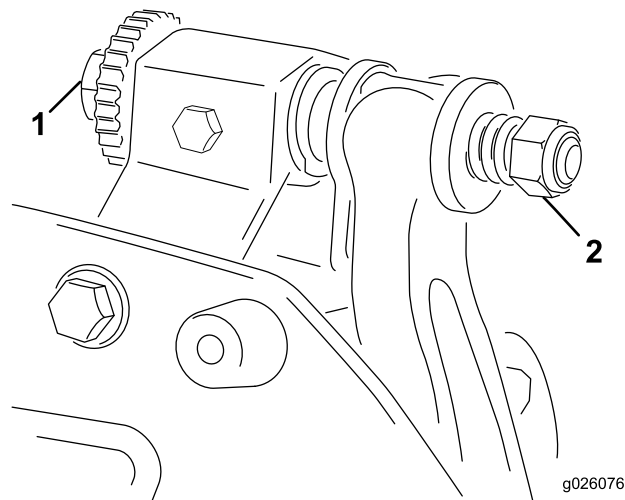

図4
2. ベッドナイフとリールが見えるようにカッティングユニットを立てる。ユニットについているベッドバー調整ねじのナットが床に当たっていないことを確認する。図4。